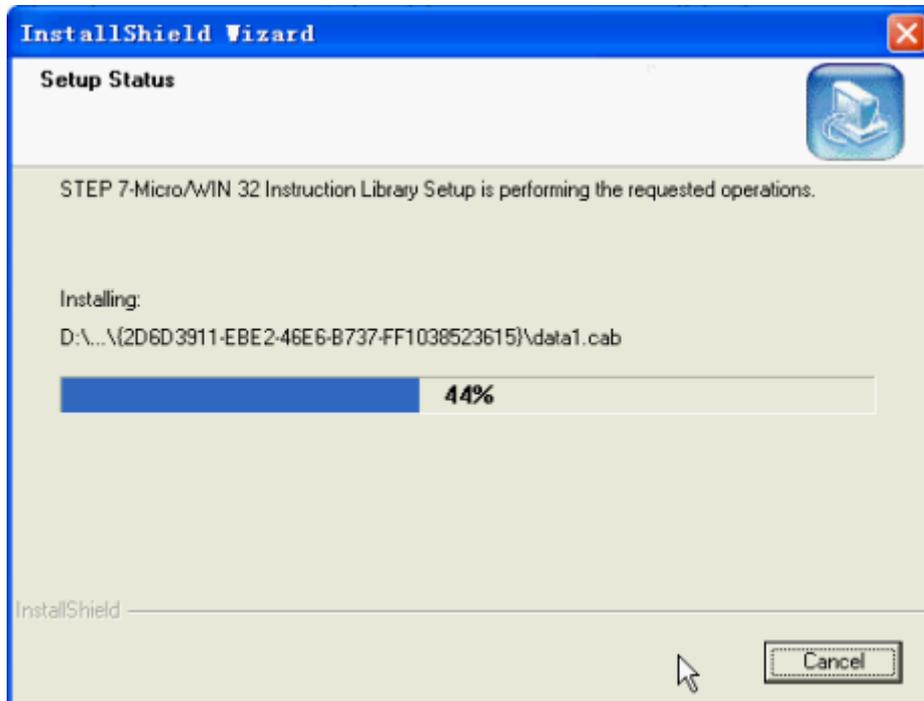

图 1-3 安装过程
(2) 在欢迎页面中，单击“Next”按钮开始安装，安装过程如图 1-3 所示。